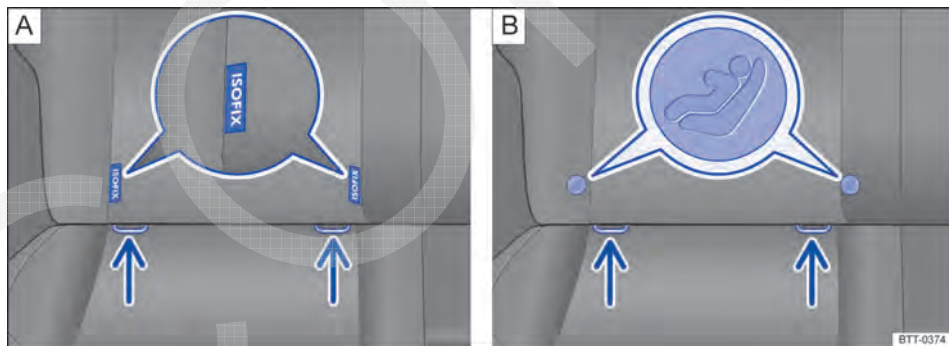

Fig. 88 No banco do veículo: variantes de identificação dos pontos de ancoragem inferiores para cadeiras de criança.
- Encaixar a cadeira de criança nos olhais de retenção ⇒ Fig. 88 na direção da seta. A cadeira de criança deve engatar de forma segura e audível.
- Colocar a cadeira de criança sobre a superfície do banco e enganchar os ganchos dos cintos de fixação nos olhais de retenção ⇒ Fig. 88.